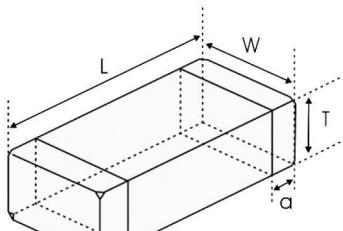

图 1 Fig.1
- 尺寸: 见图 1 和表 1
Dimensions: See Fig.1 and Table 1.